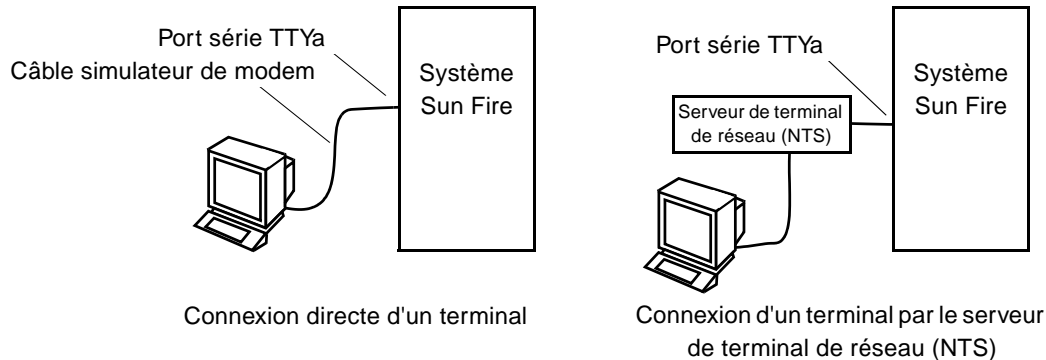

FIGURE 4-3 Connexions des câbles série
2. **Connectez l'autre extrémité du câble série au terminal ASCII ou au serveur NTS choisi** (FIGURE 4-3).